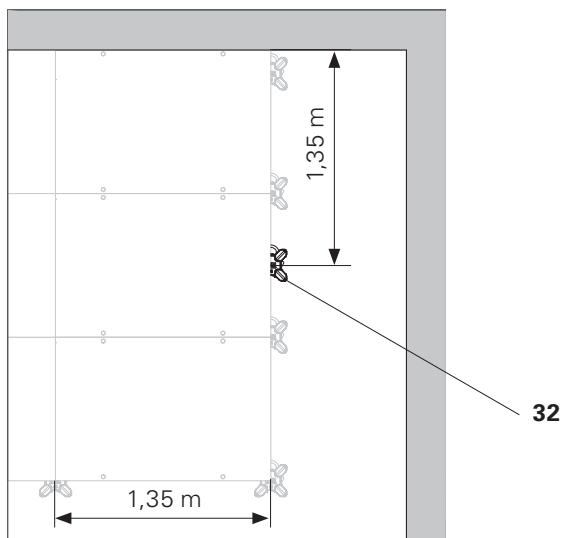

Fig. D3.01
1. Coffrer la dalle avec le panneau DP (10) dans toute la mesure du possible, voir chapitre D2. (Fig. D3.01)
2. Selon la surface restante, choisir un panneau standard ou un panneau de largeur plus réduite (10). Le panneau se monte transversalement. Maintenir la zone de compensation aussi réduite que possible.
3. Monter le support de compensation 18 DFS (16) sur le côté long du panneau à l'aide de 2 connecteurs DUO (21). Le support de compensation 18 DFS (16) a des dents qui s'engagent dans les encoches de connexion du panneau. Les dents doivent être dirigées à l'opposé du béton.
1. De l'intérieur, appliquer de biais l'étau de dalle à tête d'étau DFH (32) au bord du panneau et le placer d'aplomb vers l'extérieur. Distance 1,35 m. (Fig. D3.01)